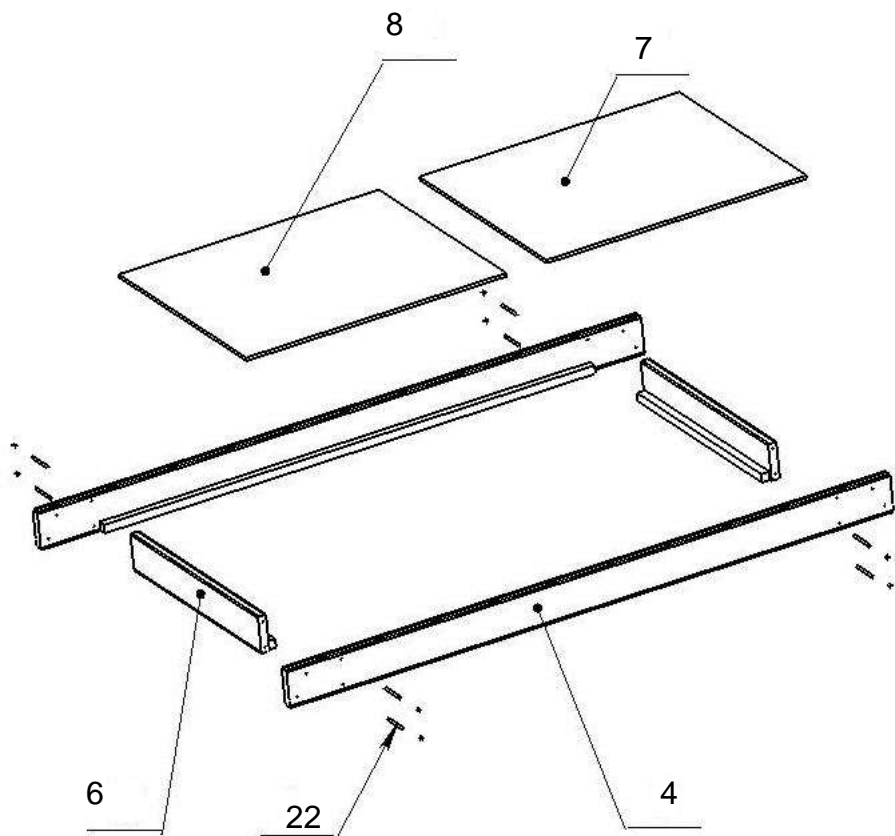

рисунок 3 (сборка кровати)
- 4.2.5.5 На внутренние выступы *царг продольных 1 (№4) уложить основания (№№7,8) (рисунок 3).*